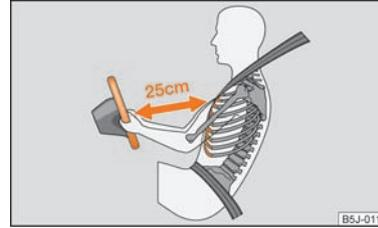

Abb. 99 Sicherer Abstand vom Lenkrad
- Für den Fahrer und Beifahrer ist es wichtig, einen Abstand von mindestens 25 cm vom Lenkrad bzw. von der Schalttafel einzuhalten → Abb. 99. Wenn Sie den Mindestabstand nicht einhalten, kann Sie das Airbag-System nicht schützen - Lebensgefahr! Außerdem müssen die Vordersitze und die Kopfstützen immer der Körpergröße entsprechend richtig eingestellt sein.